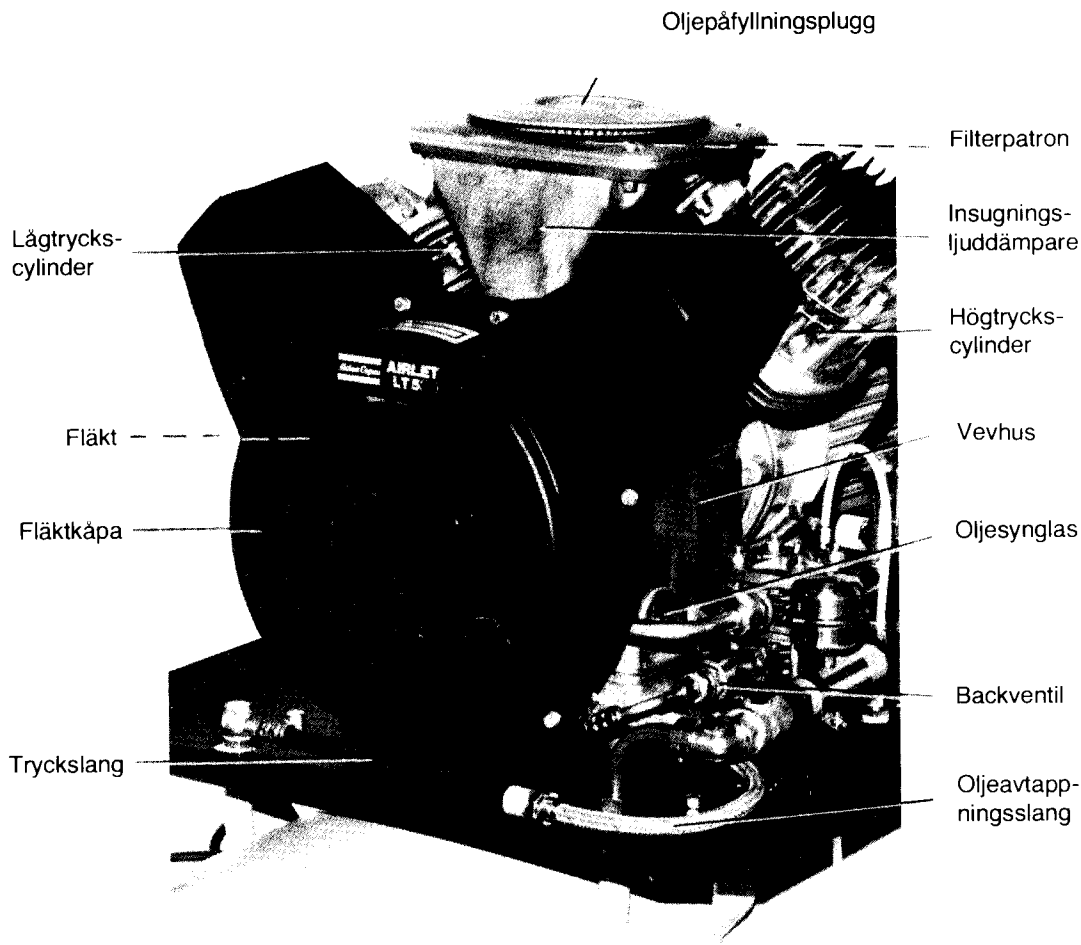

Bild 3 Kompressor
Kompressorn (bild 3) är en tvåcylindrig, tvåstegs, luftkyld, oljesmord kolvkompressor. Den insugna luften filtreras genom en filterpatron placerad i insugningsljuddämparen.
- att det finns olja i kompressorns vevhus. Fyll vid behov på med motorolja SAE 10W eller SAE 10W/20 (se bild 3).